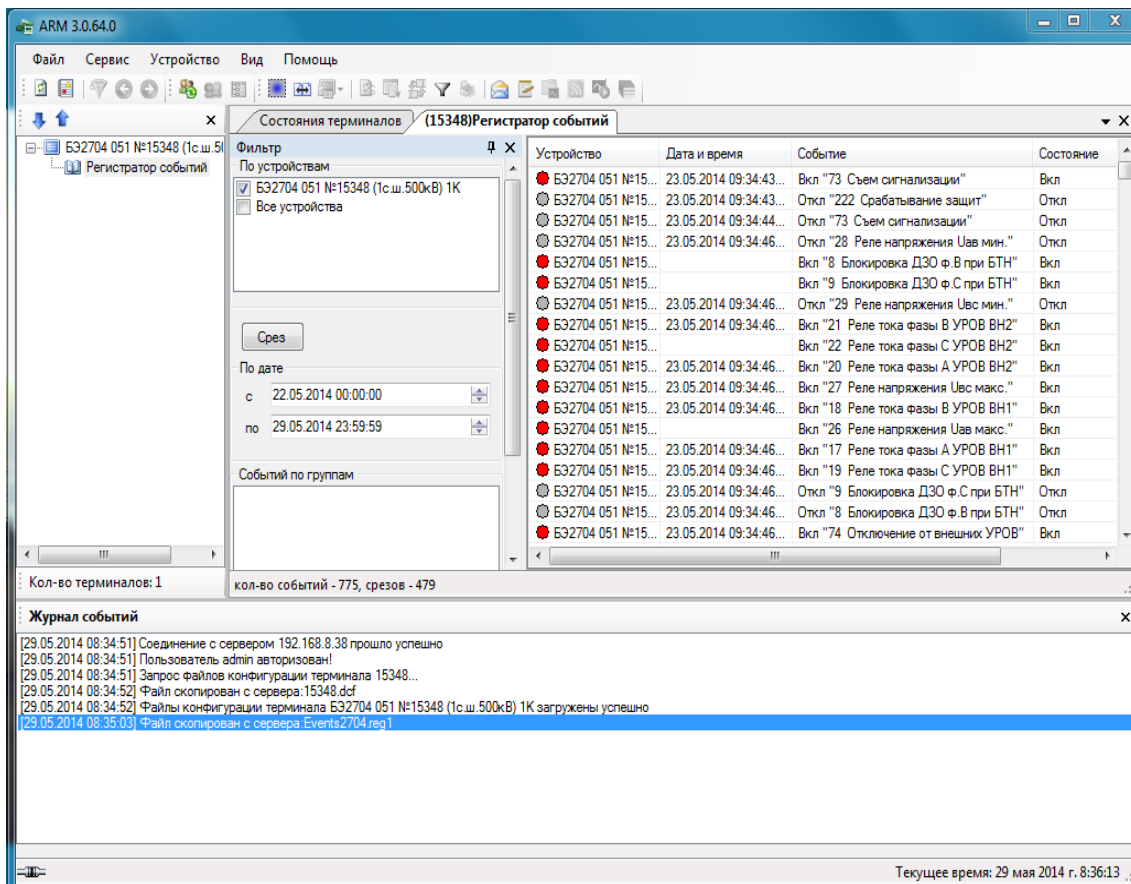

Рисунок 2.120
– в программе **АРМ** в меню терминала БЭ2704 выбрать пункт **Регистратор событий**, в котором можно просматривать события (рисунок 2.120).